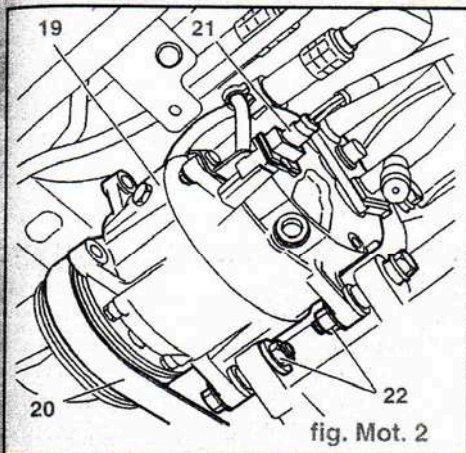

fig. Mot. 2
- Déposer la courroie d'entraînement des accessoires (20) (fig. Mot. 2).